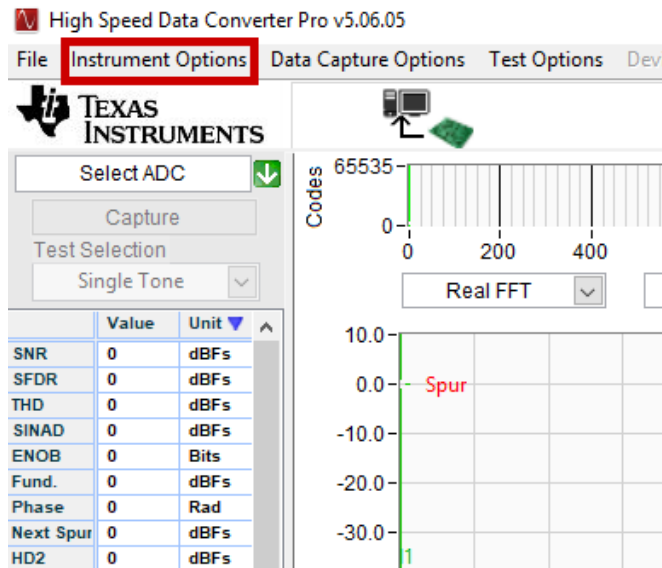

图 4-1. 从 HSDC PRO 连接到 TSW14J56
1. 依次访问 *Start > Texas Instruments > High Speed Data Converter Pro* 来启动 HSDC PRO 软件。图 4-1 显示 HSDC PRO 应用程序已正确启动。器件建立连接后，记下 TSW14J56EVM 的 *Serial Numbers* (序列号)。